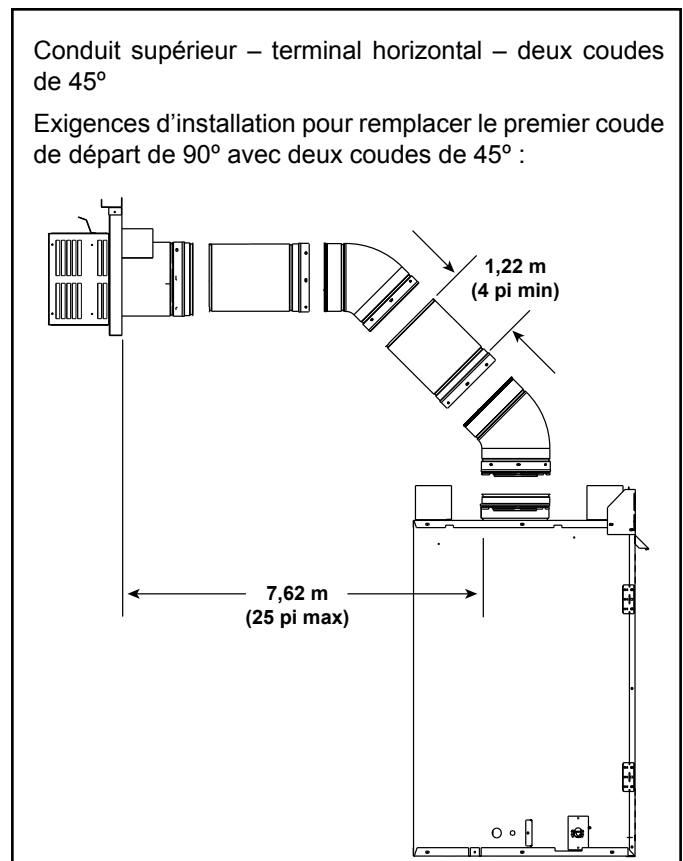

Figure 4.7
Pour remplacer le premier coude de départ de 90° avec deux coudes de 45°, voir la figure 4.7. Tous les autres coudes de 90° peuvent être remplacés par deux coudes de 45°.
- Les coudes peuvent être placés un à la suite de l'autre, à n'importe quel endroit sur le système, tant que le premier coude de 90° est un coude de départ, sauf comme montré à la figure 4.7.